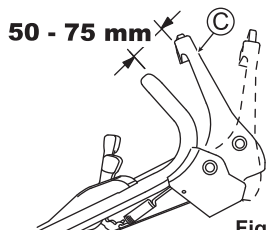

Fig. 25
Ajuste de maneira que a lâmina comece a girar quando a distância entre o manipulo da lâmina (C) e o guiador for de 50 - 75 mm com o botão amarelo pressionado, como mostrado na fig. 25.